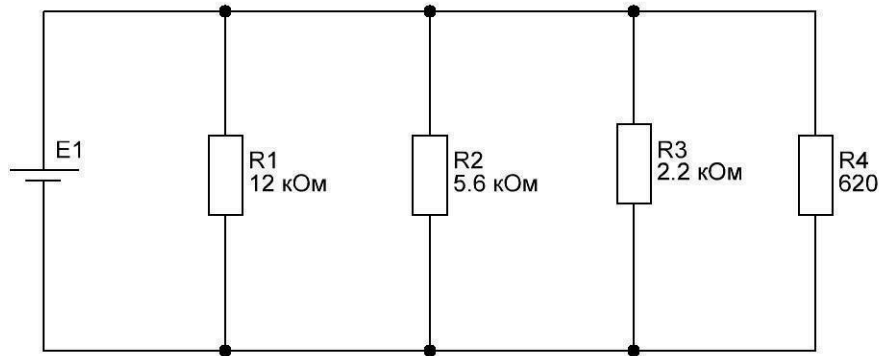

Рис. 1.9. Схема для вимірювання струму
5. Включити прилад в режимі вимірювання постійного струму. На макетній платі (додаток В) зібрати електричну схему (рис. 1.9). Напругу зовнішнього джерела живлення $E1$ встановити відповідно до табл. 1.1.